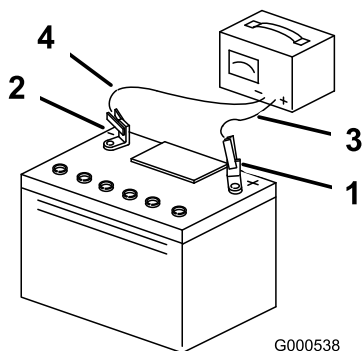

Bild 37
5. Wenn die Batterie ganz aufgeladen ist, ziehen Sie den Stecker des Ladegeräts aus der Steckdose und klemmen Sie die Klemmen des Ladegeräts von den Batteriepolen ab (Bild 37).